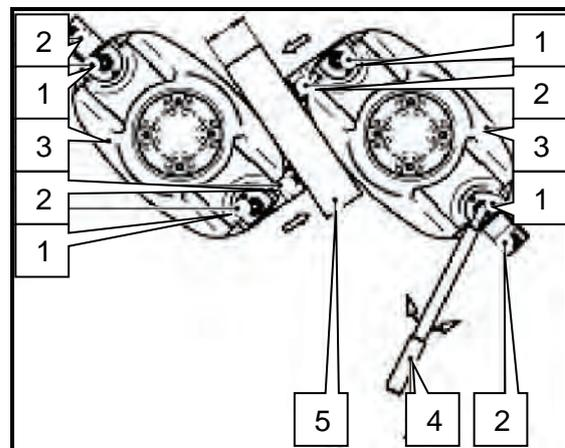

Fig. 118 Soltar y montar los filos de cuchilla
- ➔ Para soltar los atornillamientos de las cuchillas segadoras en los discos segadores debe apretar un taco de madera de 70 mm de ancho entre los discos segadores contiguos en cada caso para asegurarlos contra cualquier giro accidental en el momento de soltar el atornillamiento (consulte la Fig. 118).